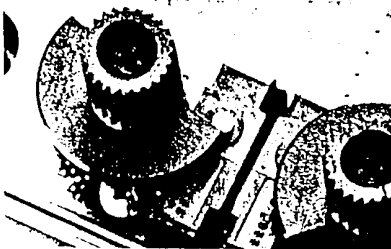

Fig. 5
- Wenn ein Drehwinkel von weniger als 90° mechanisch begrenzt werden soll, kann dies durch einfaches Umstecken des Adapters ⑪ in 5° Schritten eingestellt werden - Fig. 5.